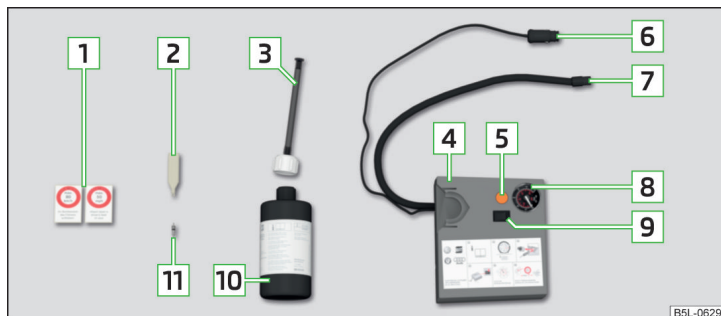

Fig. 187 Descrierea setului de pană
- Montați cheia de ventile 2 » fig. 187 la pagina 160 pe ventil, astfel încât ventilul să intre în fanta cheii de ventile.
- Scuturați de câteva ori bine recipientul 10 » fig. 187 la pagina 160.
- Înșurubați bine furtunul de umplere 7 » fig. 187 la pagina 160 pe ventil.
- Lipiți autocolantul corespunzător **[1]** » **fig. 187 la pagina 160** pe planșa de bord, în câmpul vizual al șoferului.